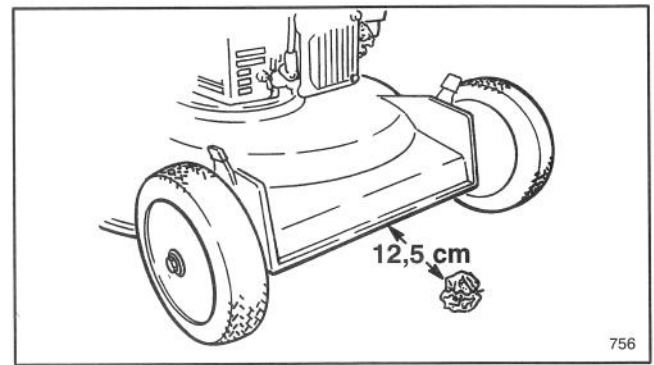

Figure 14
4. Froissez une feuille de papier journal de manière à obtenir une boule assez petite pour passer sous le carter (environ 7,5 cm - 3 po. de diamètre) (Fig. 14).
5. Placez la boule de papier devant la tondeuse à environ 12,5 cm (5 po.) (Fig. 14).